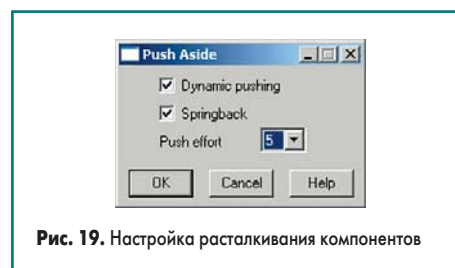

Рис. 19. Настройка расталкивания компонентов
6. В появившемся на экране окне Push Aside (рис. 19) включим опции Dynamic Pushing (динамическое расталкивание) и Springback (возврат на место), зададим число расталкиваемых компонентов Push effort равное 5 и нажмем кнопку ОК. Приступим к редактированию.